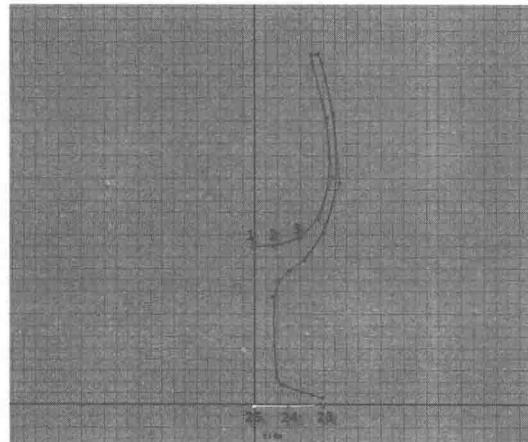

图 1-8
5) 按<X>键将点吸附到网格。在如点“1”所示的位置, 单击鼠标画下第一个点。接着还是按<X>键画下第二个点。然后放开<X>键绘制余下的点。直到在绘制点“23”之前都不需要按<X>键。当绘制到点“23”“24”“25”时, 才需要再次按住<X>键进行绘制。绘制完成后的图案, 如图 1-8 所示。